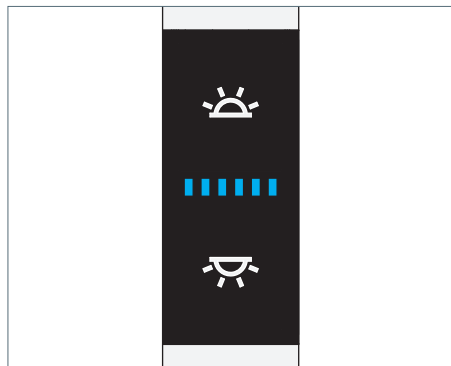

Fig. 13: Élément de commande.
- Appuyez sur la touche supérieure, voir Fig. 13.
- Appuyez sur la touche inférieure, voir Fig. 13.
- Appuyez sur la touche supérieure et tenez-la appuyée, voir Fig. 13.
- Appuyez sur la touche inférieure et tenez-la appuyée, voir Fig. 13.